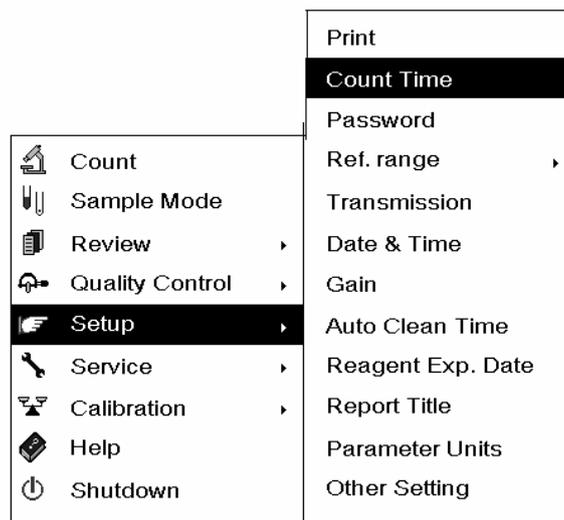
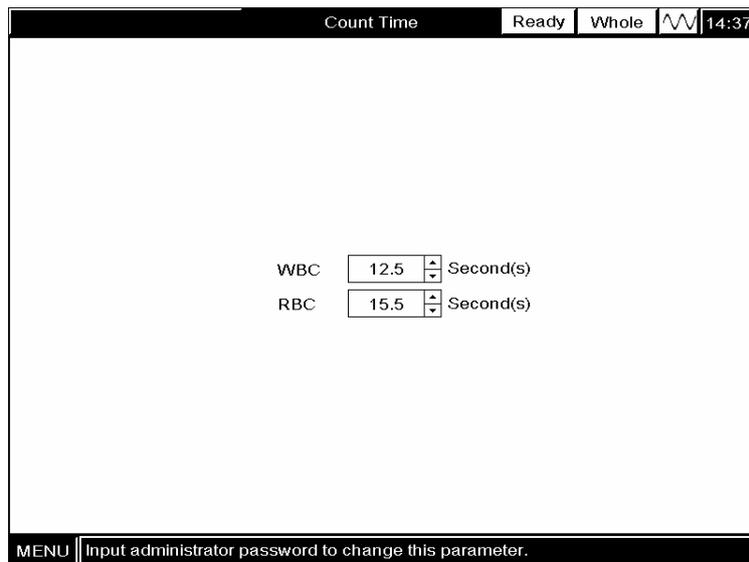

Abbildung 5-7 System-Menü
Abbildung 5-8 "Zählzeit"-Anzeige
**WÄHLEN** Sie "Einstellung → Zählzeit" **AUS** (Abbildung 5-7), um die "Zählzeit"-Anzeige aufzurufen (Abbildung 5-8).